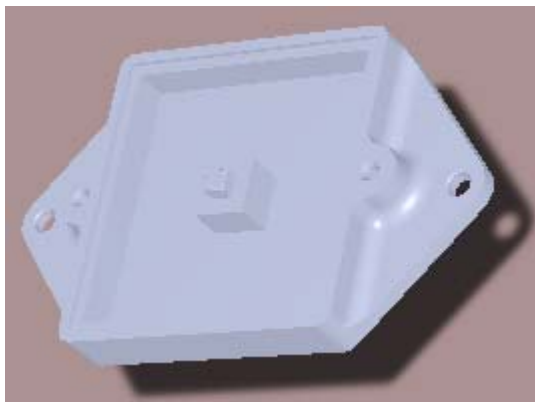

图5-35 加载的STEP Model
- ❖ (4) 找到并选中所需STEP文件，单击打开按钮关闭Choose Model对话框。
- ❖ (5) 返回3D Body对话框，单击OK按钮关闭对话框，光标处浮现三维模型。
- ❖ (6) 单击工作区放置三维模型，此时该三维模型已加载了所选的模型如图5-35所示。